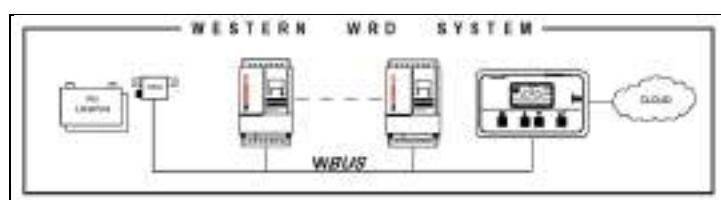

Abb. 3 Referenzschema des WESTERN WRD SYSTEM
- 2) Warten Sie (~30 Sekunden), bis auf dem Display die Animation im Icon der Batterie verschwindet (Abb. 3 - Anzeige Ladestrom)